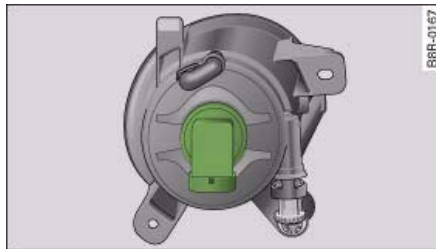

Fig. 258 Faro antiniebla desmontado: Base portalámparas marcada
- Retire la base de la carcasa girándola, con cuidado, en el sentido contrario al de las agujas del reloj ⇒ fig. 258.